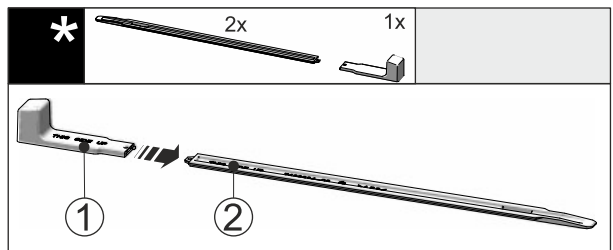

Fig. 45
- ▶ Вставьте монтажную ручку Fig. 45 (1) в выравнивающую рейку Fig. 45 (2).